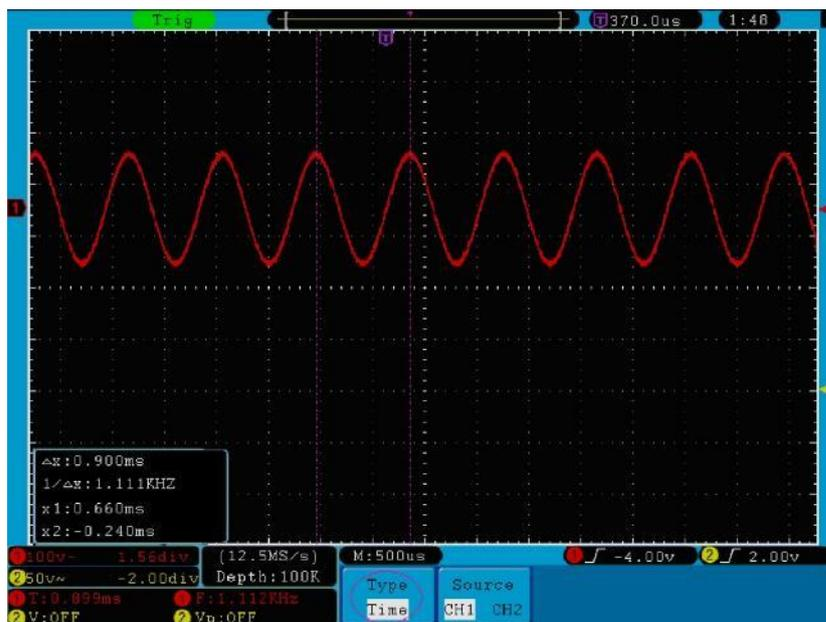

Fig. 73 Forma d'onda durante la misurazione con il cursore
4. impostare le posizioni di **CURSORE1** e **CURSORE2** in base alla forma d'onda da misurare; il ciclo e la frequenza di Cursore 1 e Cursore 2 appariranno nella finestra. La posizione attuale del CURSORE1 viene visualizzata sotto CURSOR1 e quella del CURSOR2 sotto CURSOR2 (vedere **Fig. 73**).